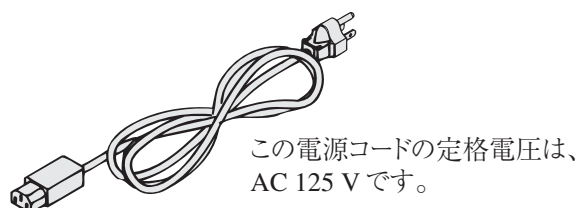

図 1-3 電源コード
- 図 1-3 に示した 3 極プラグ付電源コード(100 V 系入力電源電圧用の製品に添付されます)の定格電圧は AC 125 V です。もし、本製品を 200 V 系の入力電源電圧で使用する場合は、この電源コードを適切な電源コードと交換してください。